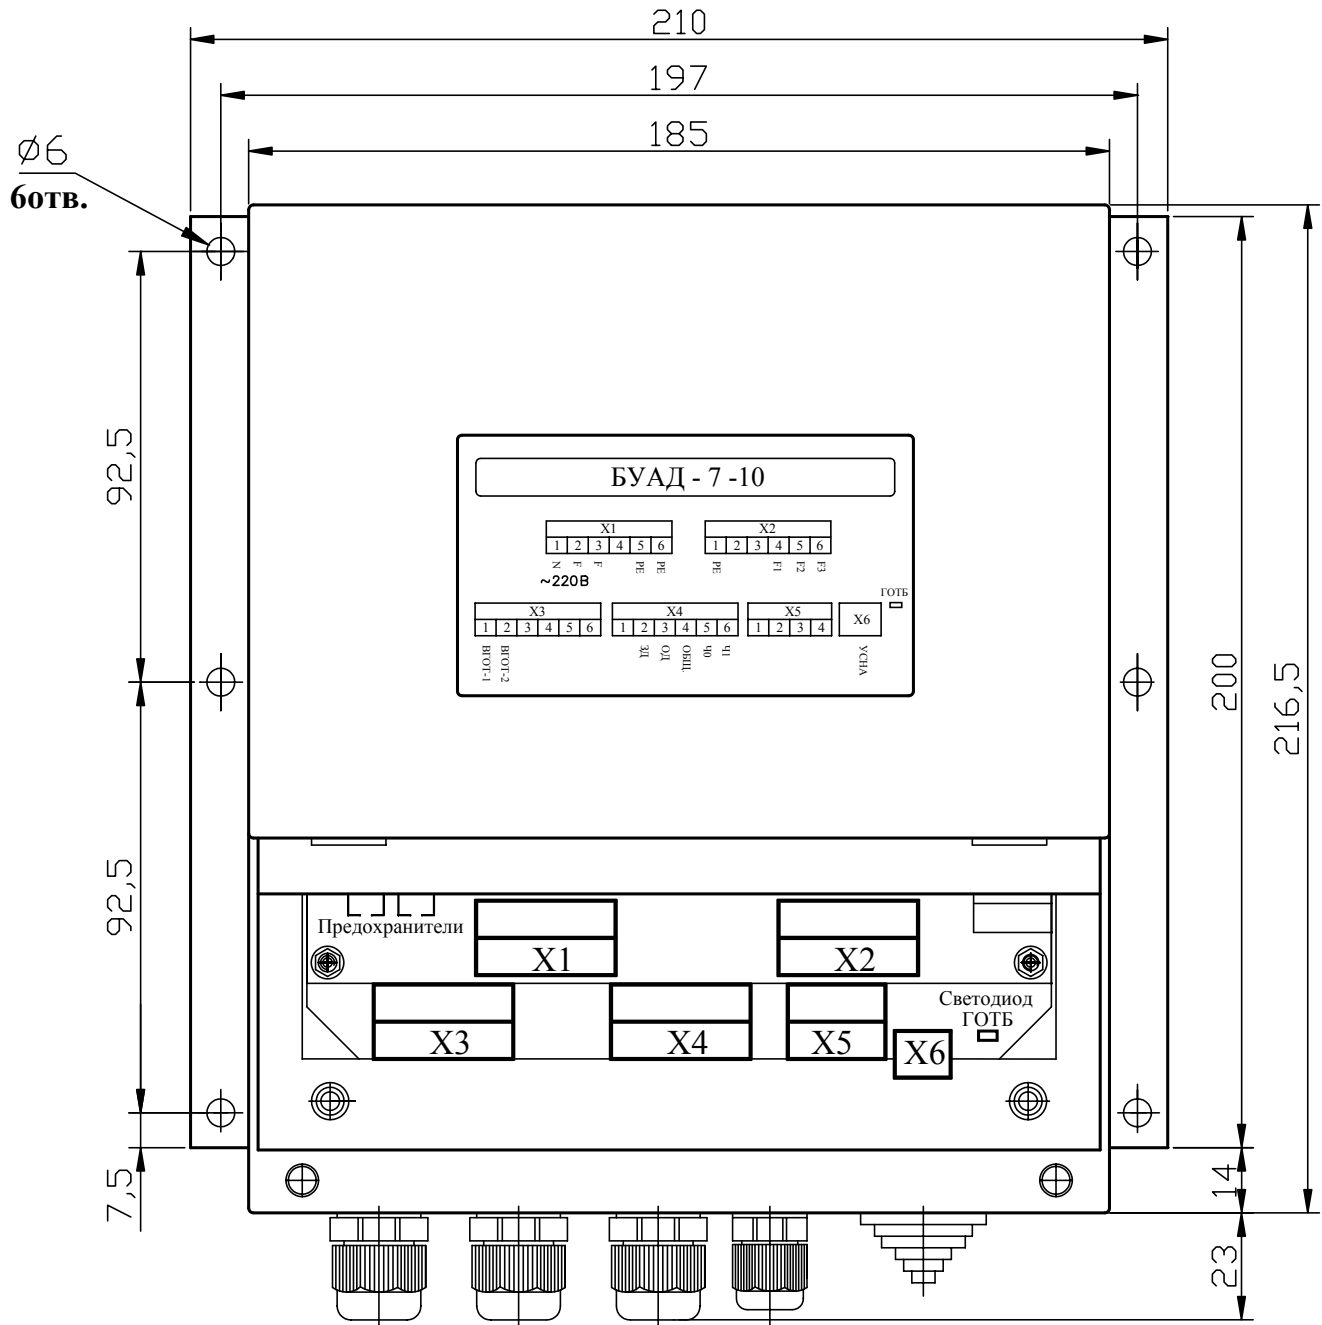
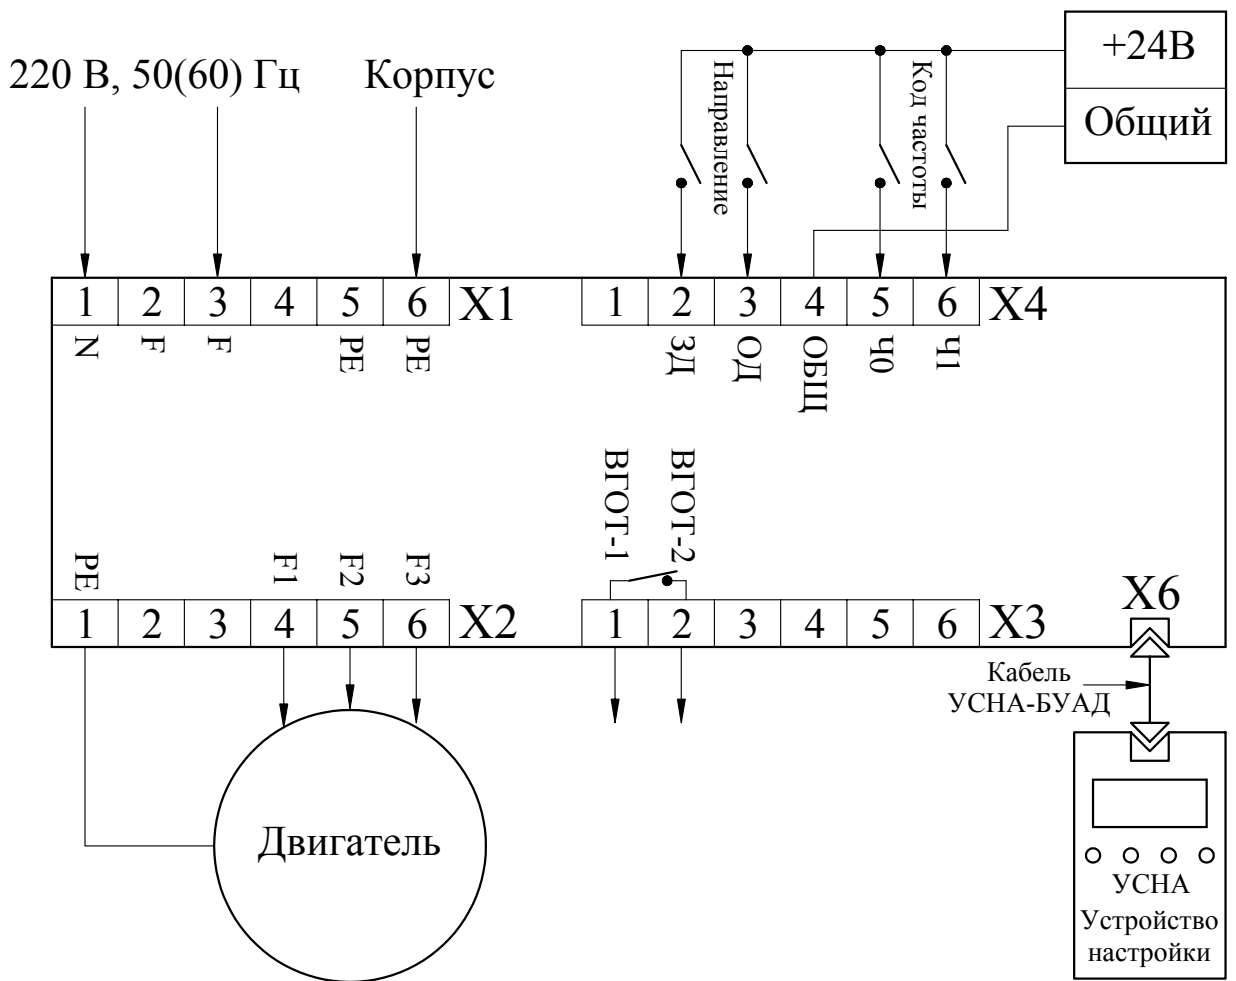
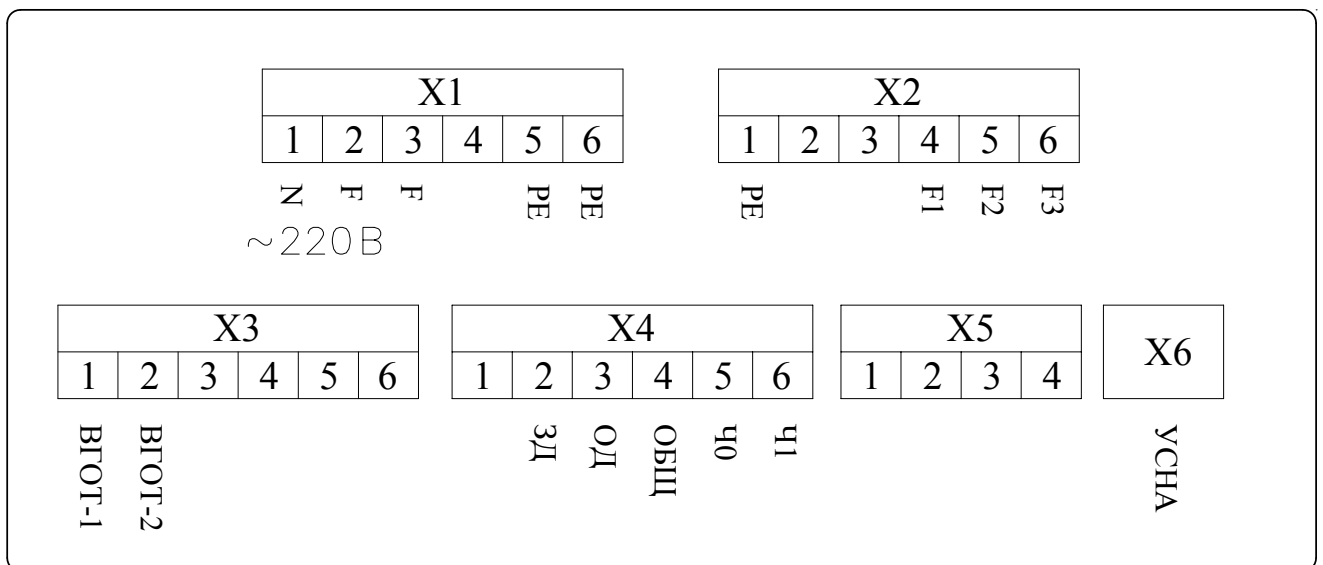

Рис.1. Габаритно-присоединительные размеры БУАД-7-10.
Рис.2. Блок-схема подключения внешних контактов БУАД-7-10.
Рис. 3. Схема подключения и расположение контактов БУАД-7-10.
Габаритно-присоединительные размеры *Устройства* приведены на **рис.1**.
3.4.1. На **рис.2** показана блок-схема подключения внешних контактов *Устройства*. На **рис.3** показаны и подписаны отдельные контакты каждого из разъемов *Устройства*.
### 3.4.3. Внешние контакты *Устройства* (рис. 2, 3):
Узел подключения внешних коммуникаций состоит из набора кабельных выводов (рис.1), разъемов для подсоединения шин сетевого питания, цепей выходных напряжений для электродвигателя, цепей управления работой устройства (рис.2, 3), заглушки для разъема подключения устройства настройки УСНА, а также крышки, закрывающей разъемы *Устройства*.
3.5.1. Устройство настройки УСНА является комплексным устройством программирования и настройки параметров БУАД. УСНА обменивается информацией с БУАД посредством кабеля двустороннего последовательного обмена УСНА-БУАД, подключаемого к разъему **X6** *Устройства* (рис.1, 2, 3).
3.6.2.4. Если *Устройство* находится в состоянии готовности к выполнению команд, то контакты реле ‘ВГОТ-1,2’ замкнуты (рис.2,3). Если *Устройство* выключено, произошла внутренняя ошибка или идет процесс ввода параметров, то контакты реле ‘ВГОТ-1,2’ разомкнуты.